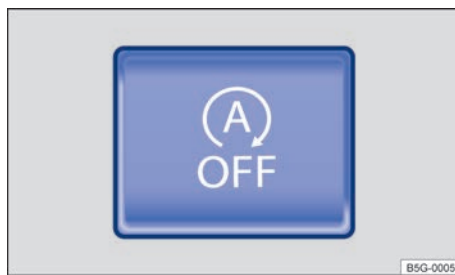

Fig. 88 Na parte superior do console central: botão do sistema Start-Stop.
- Pressionar o botão  no console central → Fig. 88 OU no display do rádio para desativar o sistema manualmente.
- Pressionar o botão  no console central → Fig. 88 OU no display do rádio novamente para reativar o sistema manualmente.